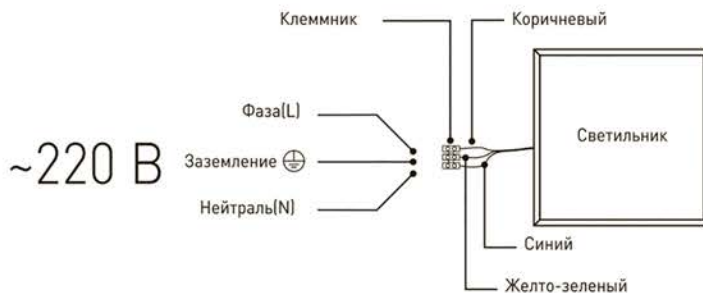

Рис. 1. Схема подключения светильника к сети 220В.
3.3.2. Этот провод необходимо подключить к проводу источника питания с помощью внешнего клеммника (в комплект не входит) в соответствии со схемой, изображенной на рис. 1;